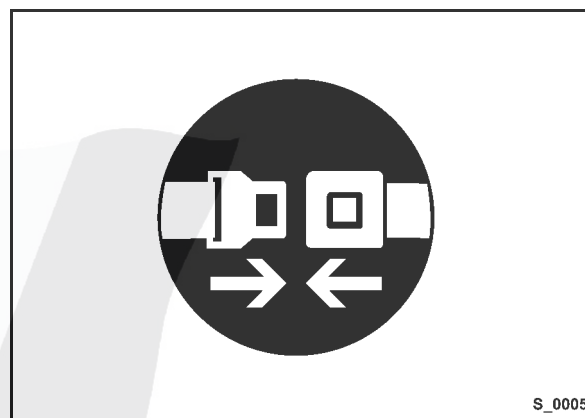

Fig. 44
- Boucler la ceinture de sécurité (Fig. 44).